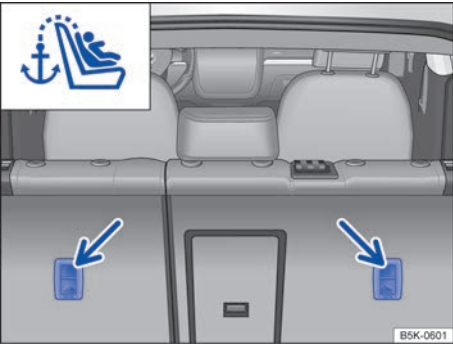

图 68 后排座椅靠背上用于连接顶部固定带的扣环
- 将顶部固定带的挂钩连接到行李箱内后排座椅靠背上的固定环上 ⇒ 图 68。